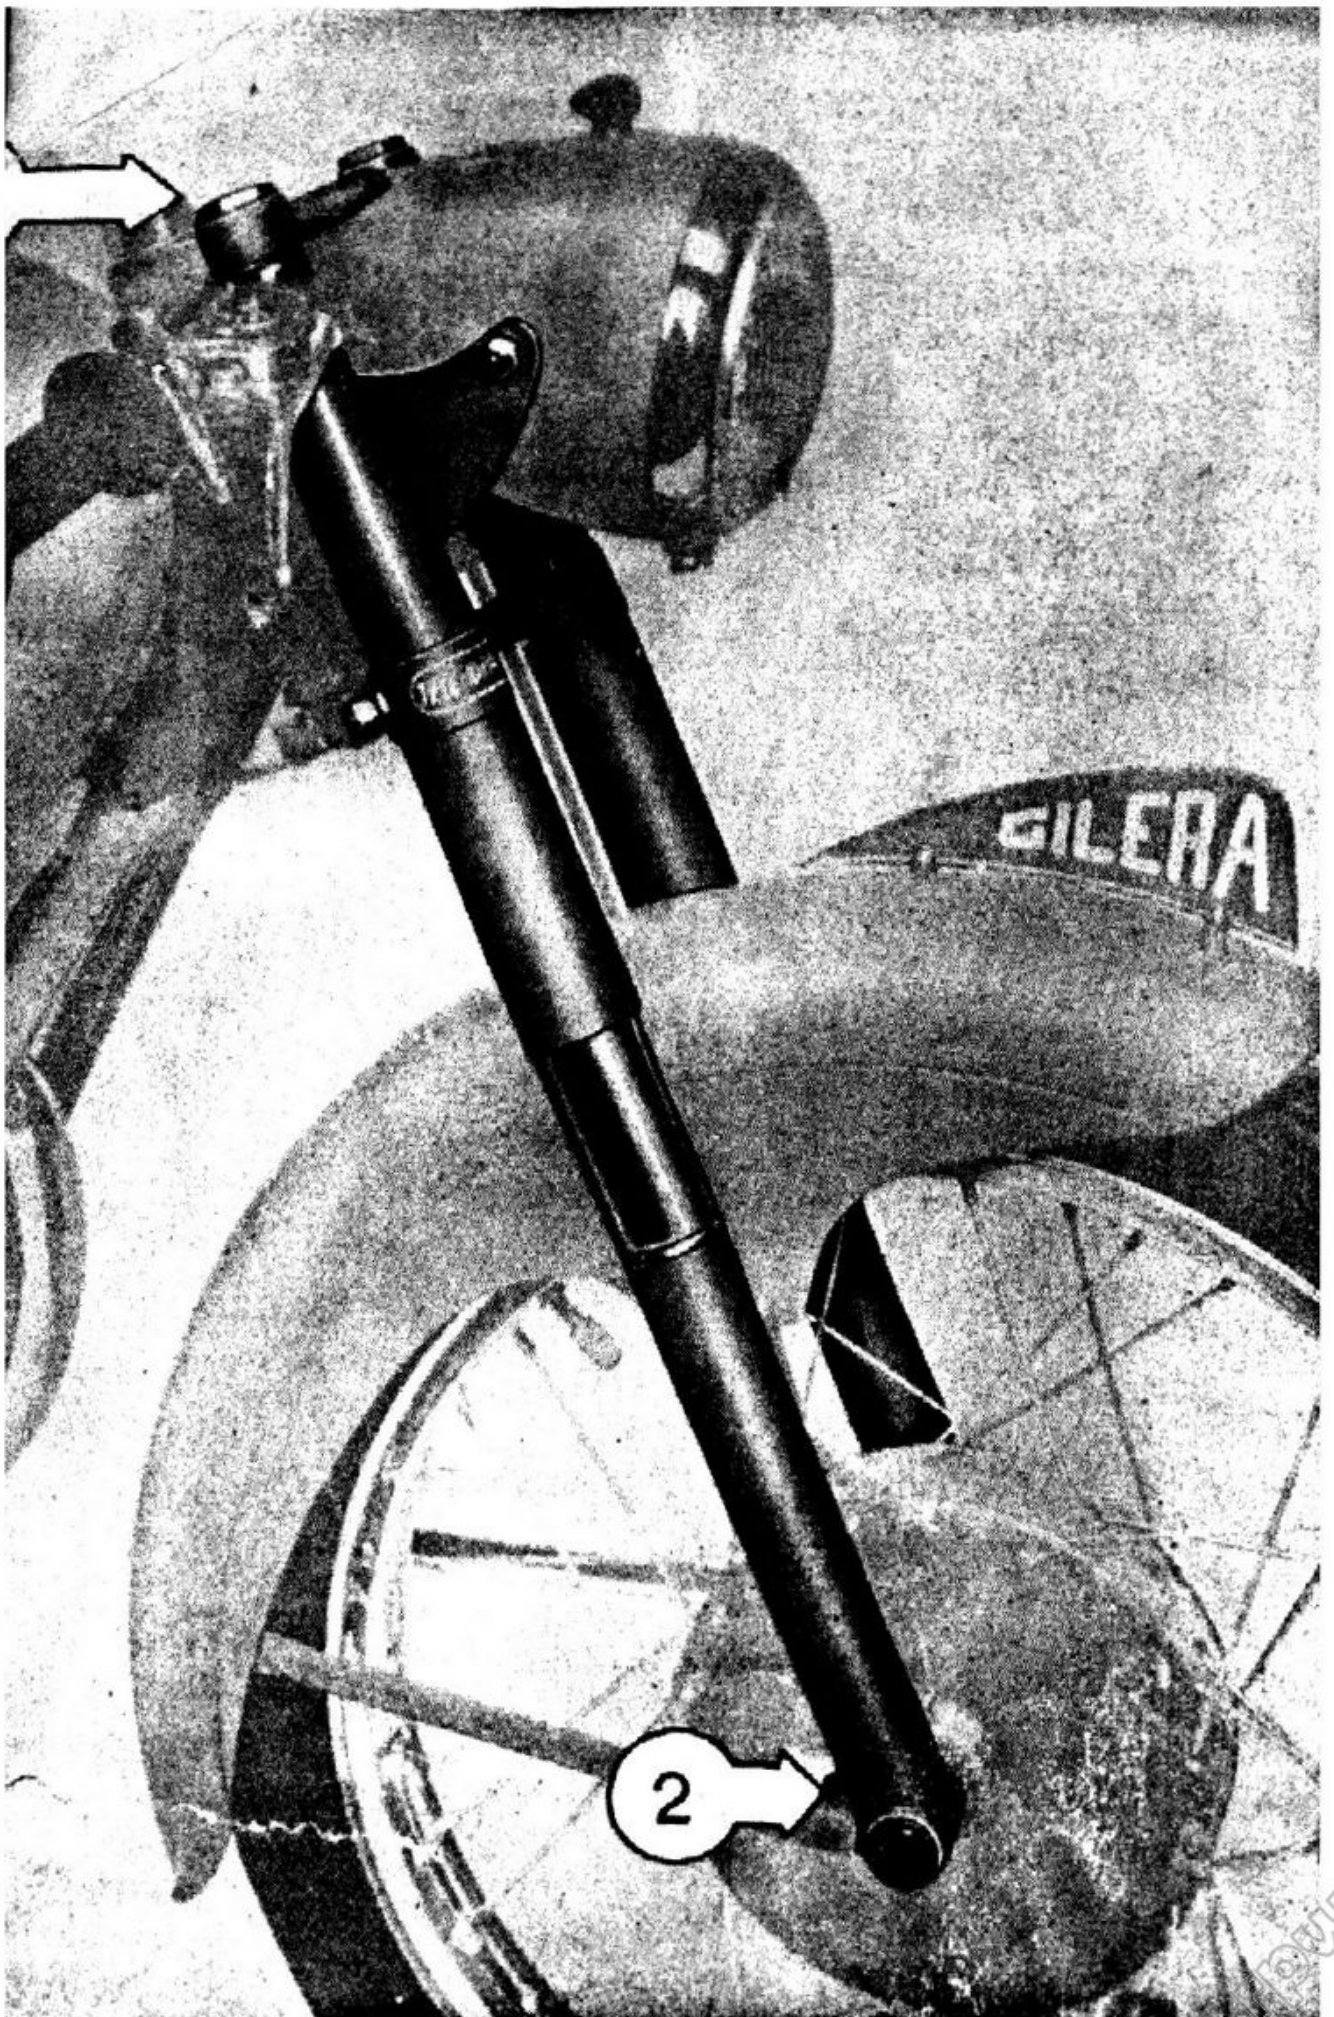

Fig. 16
4. Sospensione anteriore (vedi fig. 16).